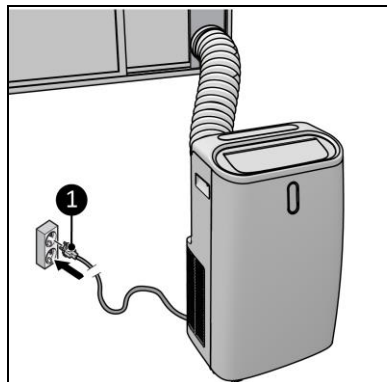

Abbildung 13
7. Stecken Sie den Netzstecker (Abbildung 13, Pos. 1) in eine leicht zugängliche geerdete Steckdose. Verwenden Sie eine geerdete Steckdose mit einer Mindestleistung von 1800 Watt.